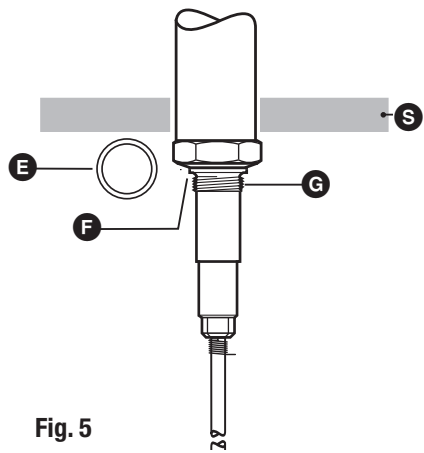

Fig. 5
2. Beiliegenden Dichtring **E** auf den Dichtsitz **F** der Elektrode legen. **Fig. 5**
- Elektrodengehäuse nicht in die Wärmeisolierung des Kessels einbeziehen! **Fig. 5**